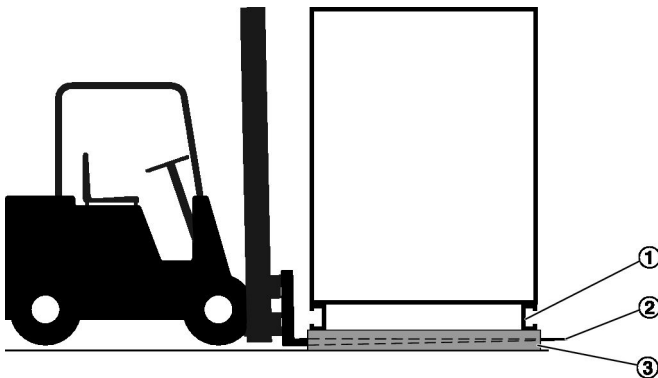

Рис. 5: Перенос груза при помощи вилочного погрузчика
1. ▶ Вставьте вилы (Рис. 5/3) погрузчика между краями деревянных решеток (Рис. 5/2) полностью до тех пор, пока они не появятся из под рамы основания (Рис. 5/1) с другой стороны.